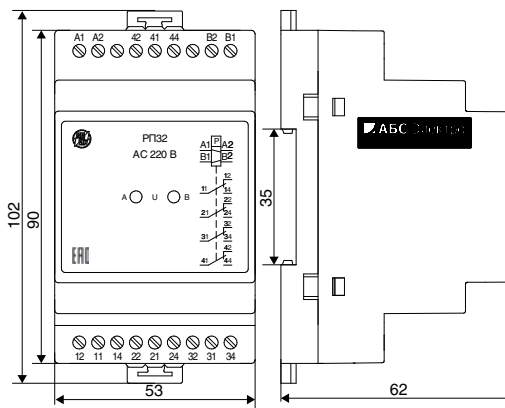

Рисунок 2. Реле РП32Д с креплением на DIN-рейку
- винтами, на панель (**рисунок 2**).